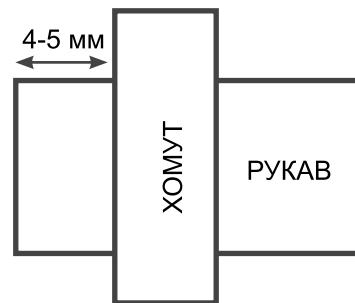

Рис.11
*При монтаже следите за тем, чтобы под хомутом не было складок стенок рукавов. Затяжка хомута не должна превышать 40% толщины стенки рукава. Расстояние между торцом рукава и торцом хомута должно быть не менее 4-5 мм (Рис. 11)*